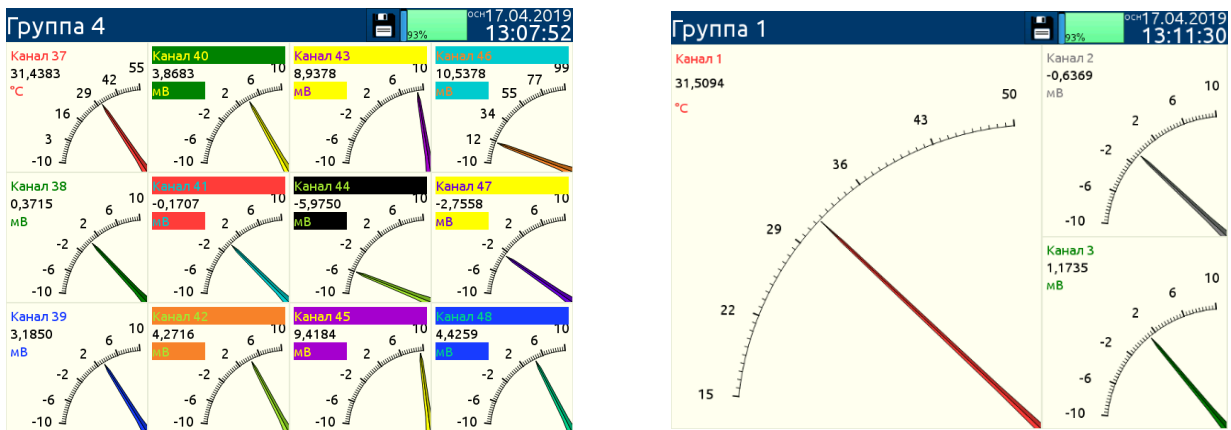

Рисунок 2.12
- в виде стрелочных индикаторов (см. рисунок 2.12).